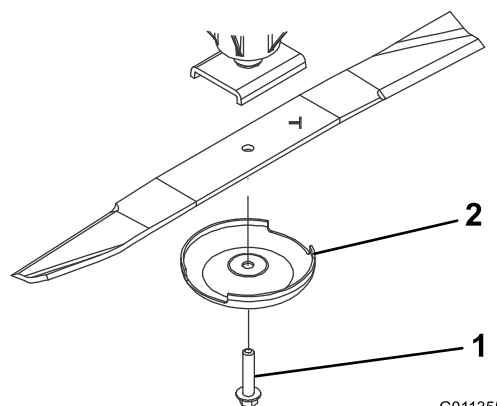

図 73
3. スピンドルのシャフトからブレードボルト、芝削り防止カップ、ブレードを取り外す 図 73。